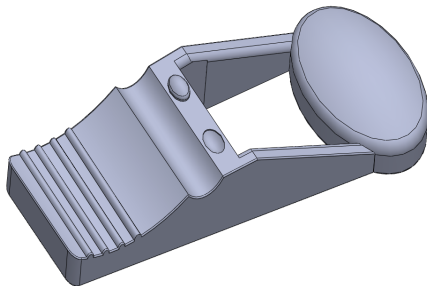

图 6-19 缩放实体特征效果
(4) 单击【确定】按钮，即可缩放实体特征，如图 6-19 所示。